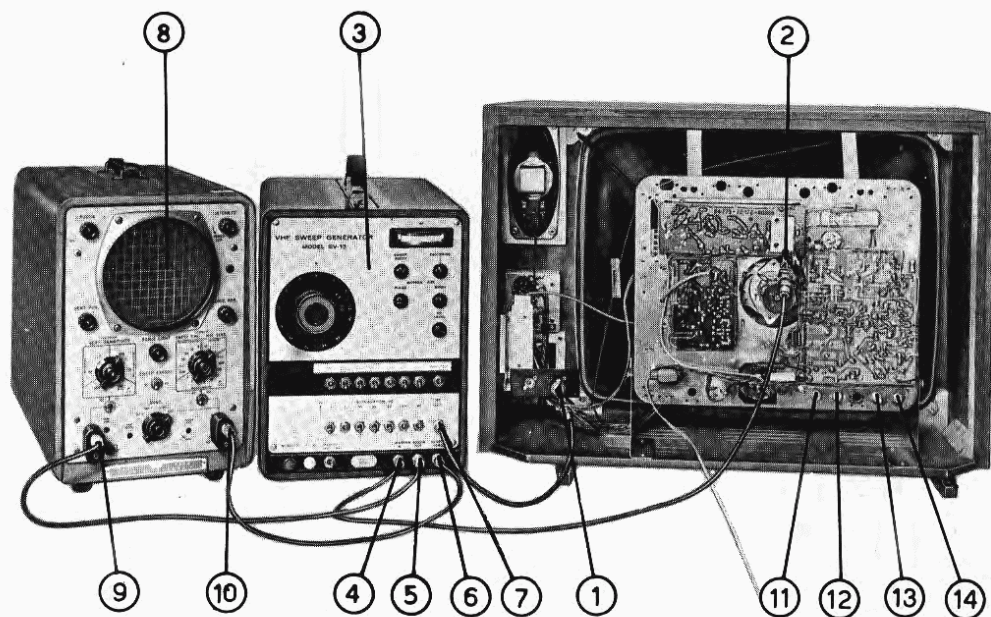

Fig. 5 - Disposizione degli strumenti per il controllo della copertura dei canali VHF.
Si effettua agendo sul potenziometro R 736 facendo in modo di agganciare il quadro mentre questo ruota lentamente dal basso verso l'alto e per il migliore interlacciato (fig. 5).
- a) Determinare la posizione centrale del potenziometro R 734 (comando accessibile a televisore chiuso) che costituirà la regolazione fine della frequenza orizzontale (fig. 5).
Questa regolazione va fatta con il telaio in posizione verticale (parallelo al cinescopio). Per la linearità agire sui potenziometri R 735 e R 563; per le ampiezze sul potenziometro R 737 (fig. 5).